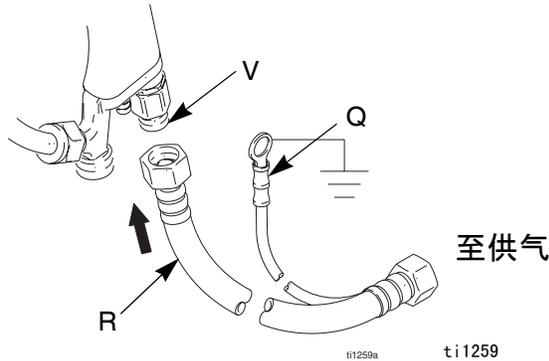

图 2.
1. 将 Graco 接地供气软管 (R) 连接在供气管路和喷枪空气入口 (V) 之间 (图 2)。喷枪空气入口管接头为左旋螺纹。将供气软管接地导线 (Q) 连接到真正的接地端。
部件号 197266 的喷嘴和 24A276 的空气帽随喷枪一起提供。如果用户需要不同的尺寸，参见图 1 和图 2 以及说明手册 309419，或向 Graco 经销商咨询。参见第 页中的**更换空气帽 / 喷嘴** 28。